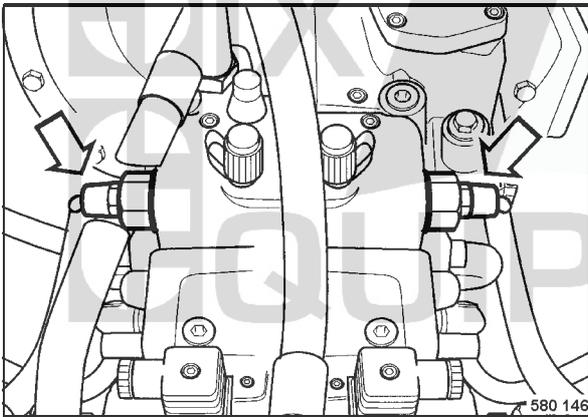

fig. 48
- Desserrer les cartouches des limiteurs haute pression (fig. 48) à la pompe d'entraînement de translation d'env. d'un tour.